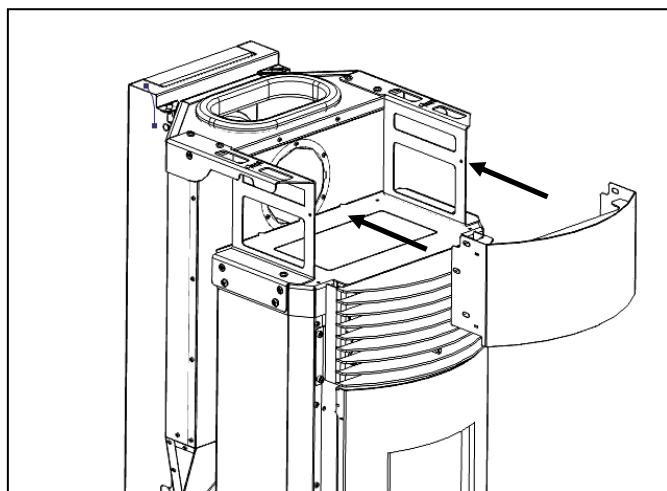

Figura 43 - Encaixe do frontal da estrutura
b) Colocar o frontal superior como demonstra a Figura 43, posicionando as abas da peça frontal na face interna da estrutura.